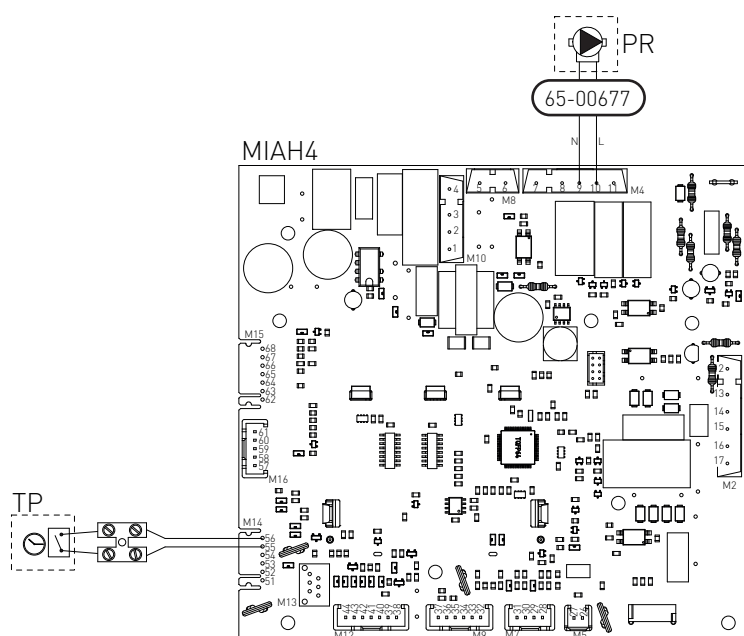

fig. 26
- › Après avoir enlever le carter, brancher les éléments ci-dessous à la carte électronique (voir fig. 26):